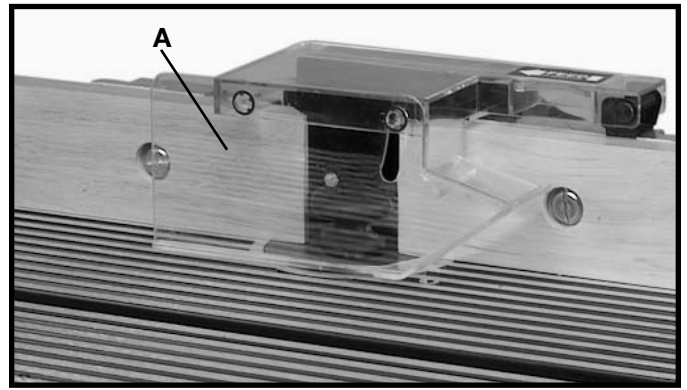

Fig. 20
El protector de cortador transparente (A) Fig. 20 siempre debe ser utilizado cuando se hace uso de la guía para orientar el material. El protector (A) se eleva mientras que el material es empujado a lo largo de la guía y se baja al completar el corte.